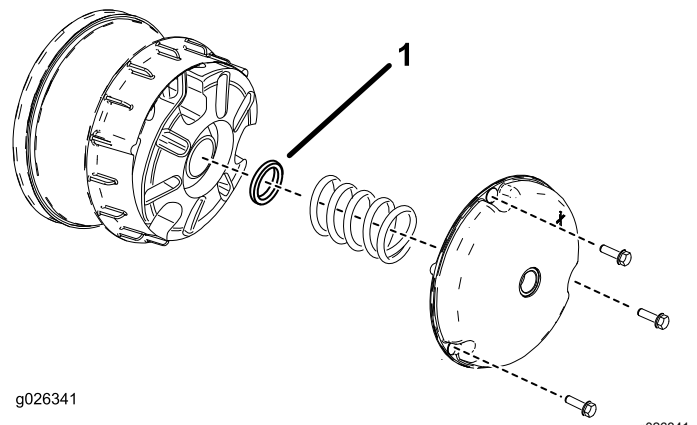

Bild 62
2. Entfernen Sie die Schrauben, mit denen die Abdeckung der Hauptkupplung befestigt ist, wie in Bild 62 abgebildet.